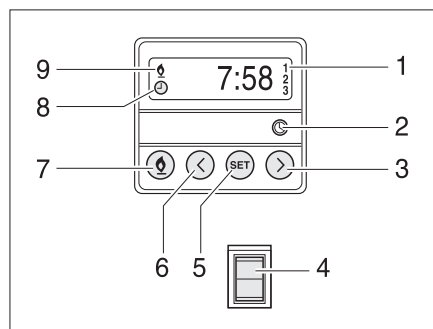

Bild 221 Bedieneinheit für Standheizung
- Taste (Bild 221,7) drücken. Der Heizbetrieb wird durch das Symbol (Bild 221,9) angezeigt. Das Gebläse wird erst bei einer Kühlwassertemperatur von 30 °C zugeschaltet.
- Taste (Bild 221,7) drücken. Das Symbol (Bild 221,9) erlischt.
- Schalter (Bild 221,4) unten drücken. Motor wird vorgewärmt. Das Gebläse wird sofort zugeschaltet.
- Schalter (Bild 221,4) oben drücken. Motor bleibt kalt.
- Taste (Bild 221,2) drücken. Die Uhrzeiteinstellung wird durch das Symbol (Bild 221,8) angezeigt.
- Mit den Tasten (Bild 221,3 und 6) die Uhrzeit einstellen.
- Taste (Bild 221,5) drücken.
- Innerhalb von 10 Sekunden mit den Tasten (Bild 221,3 und 6) die Einschaltzeit einstellen.
- Taste (Bild 221,5) so oft drücken, bis die gewünschte Programmnummer (Bild 221,1) im Display angezeigt wird.